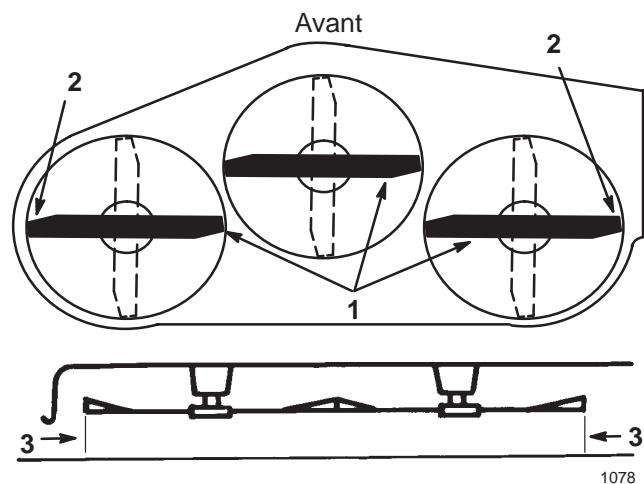

Figure 39
4. Tournez prudemment les lames pour qu'elles soient parallèles dans le sens transversal (Fig. 39). Mesurez la distance entre les tranchants extérieurs et le sol plat (Fig. 39). Si les deux mesures diffèrent de plus de 4,75 mm (3/16"), l'horizontalité transversale doit être réglée (voir les points 5 et 6).